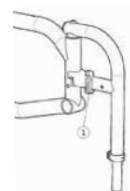

Fig. 4a
- Appuyez sur le levier de verrouillage (1) (Fig. 4a) vers l'intérieur ou l'extérieur du fauteuil roulant et maintenez-le dans cette position pour que l'appuie-pieds puisse pivoter librement;